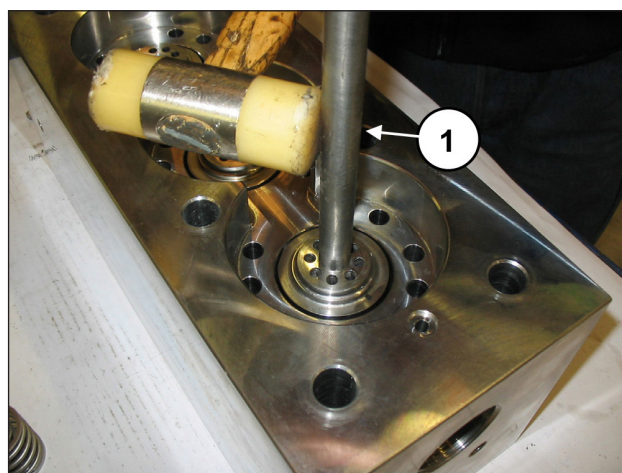

Fig. 102
**Qualora le sedi valvola risultassero bloccate sulla testata a causa della formazione di calcare o di ossido devono essere sbloccate inserendo l'apposito attrezzo (cod. 034300020) nel foro di mandata (pos. ①, Fig. 102).**